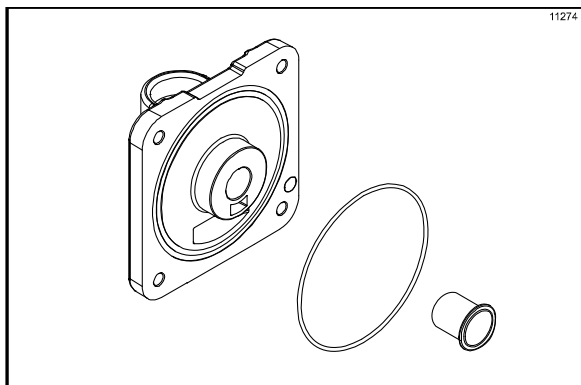

Рисунок 121
11. Установите кольцевой уплотнитель двери фризера в проточенную канавку на задней части двери фризера. Смажьте внешний диаметр переднего подшипника. Вставьте передний подшипник в ступицу двери. (См. рис. 121)